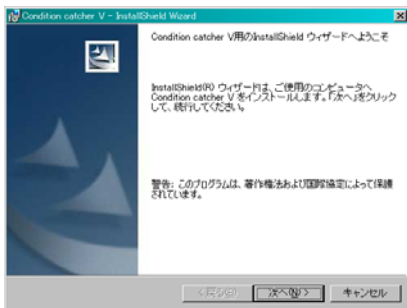

図4. インストール画面1
- ①Windows 上のアプリケーションを全て終了させ、付属のCDをパソコンに挿入します。
- ②Windows の『スタート』メニューの『ファイル名を指定して実行』をクリックし、CDの『Setup.EXE』を実行してください。
- ③Setup が起動すると図4のような画面が表示されます。『次へ』ボタンをクリックしてください。